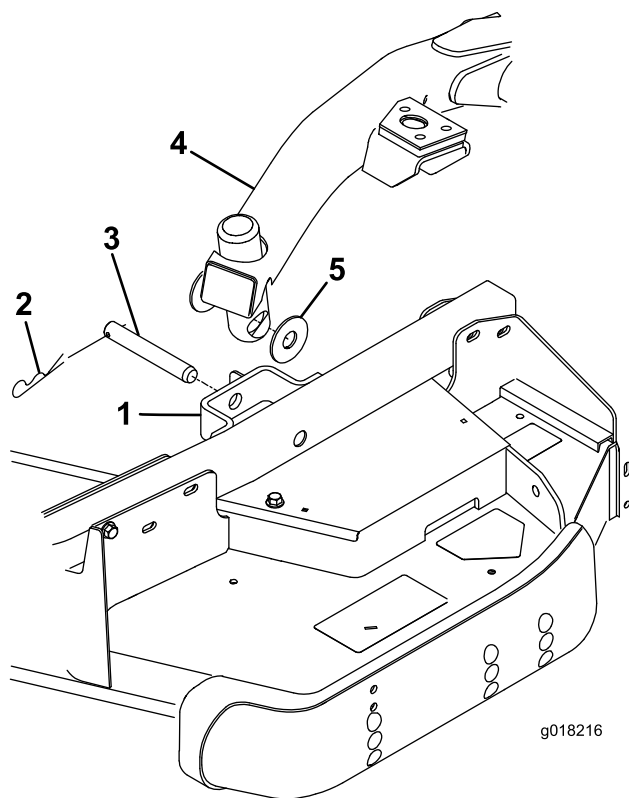

Figure 26
4. Poussez l'interrupteur de relevage en avant en position de flottement. Poussez un bras de relevage vers le bas jusqu'à ce que ses trous soient alignés sur ceux du support du bras pivotant. Il est alors possible d'introduire la tige de réglage de hauteur de coupe dans les patins du bras de levage (Figure 26).
5. Fixez le bras de relevage au bras pivotant avec (2) rondelles de butée, un axe de chape et une goupille fendue. Placez les rondelles de butée entre le bras de relevage et le support de bras pivotant (Figure 26). Insérez l'extrémité de la goupille fendue dans la fente de la patte du bras pivotant pour retenir la goupille fendue.